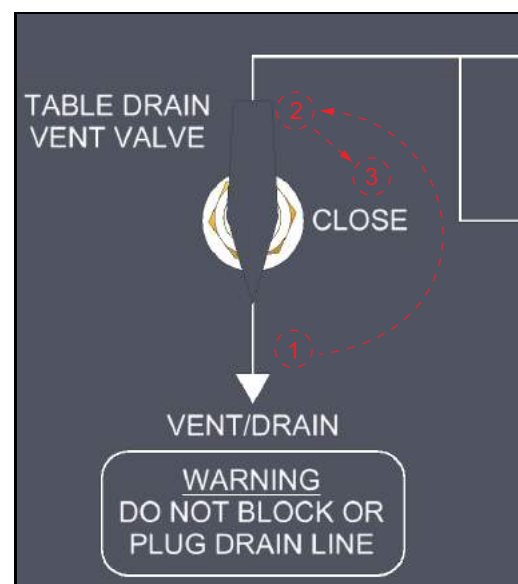

ABBILDUNG 4-2. VORGEHENSWEISE BEIM SCHLIEßEN DES ABLASS-/ENTLÜFTUNGSVENTILS AM TISCH
2. Schließen Sie das ABLASS-/ ENTLÜFTUNGSVENTIL (in Übereinstimmung mit Abbildung 4-2 und der hier folgenden Anleitung) und das Absperrventil des Behälters.
Beim Schließen des ABLASSVENTILS DES TISCHES von der offenen Stellung (ENTLÜFTEN/ABLASSEN) (1), drehen Sie den Ventil- Handschalter auf SCHLIEßEN VORBEREITEN (2) und dann auf SCHLIEßEN, Position (3), wie das in Abbildung 4-2 gezeigt wird.
5. Schließen Sie das ABLASS-/ENTLÜFTUNGSVENTIL AM TISCH (in Übereinstimmung mit Schritt 2 in Abschnitt 4.2.1 und Abbildung 4-2 auf Seite 27).